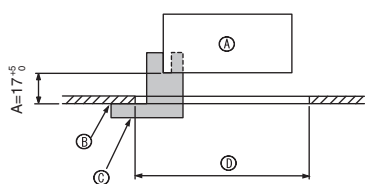
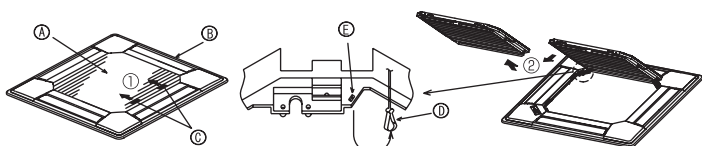
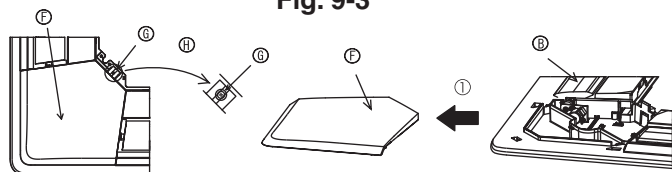

Fig. 9-2
Fig. 9-3
Fig. 9-4
①	Решетка	1	950 x 950 (мм)
②	Винт с привязной прокладкой	4	M5 x 0,8 x 25
③	Шаблон	1	(Поделен на четыре части)
④	Фиксатор	3
⑤	Винт	4	4 x 8
⑥	Винт	1	4 x 12
⑦	Беспроводной пульт дистанционного управления	1	для PLP-6BALM
⑧	Проводной пульт дистанционного управления	1	для PLP-6BAMD
9.2. Подготовка к установке вентиляционной решетки (Fig. 9-2)
- С помощью поставленного в комплекте шаблона ③ отрегулируйте и проверьте положение устройства по отношению к потолку. При неверном расположении устройства по отношению к потолку возможно прохождение воздуха или накопление конденсации.
- С Шаблон ③ (Вставлен в устройство)
9.2.1. Удаление воздухозаборной решетки (Fig. 9-3)
- Сдвиньте рычаги в направлении, обозначенном стрелкой ①, чтобы открыть воздухозаборную решетку.
- Пока воздухозаборная решетка находится в "открытом" положении, удалите стержень воздухозаборной решетки с вентиляционной решетки в направлении стрелки ②.
9.2.2. Удаление угловой панели (Fig. 9-4)
- Удалите винт из угла угловой панели. Для удаления угловой панели сдвиньте угловую панель в направлении стрелки ①.
[Fig.9-3] [Fig.9-4]